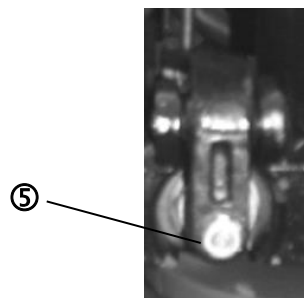

Fig. 2
Si el elevador servo de bidones no reacciona conforme a la posición elegida, esta incidencia se puede corregir mediante la configuración posterior del tornillo de ajuste (5) (véase la fig. 2). Tras el ajuste, compruebe las 3 posiciones de activación.